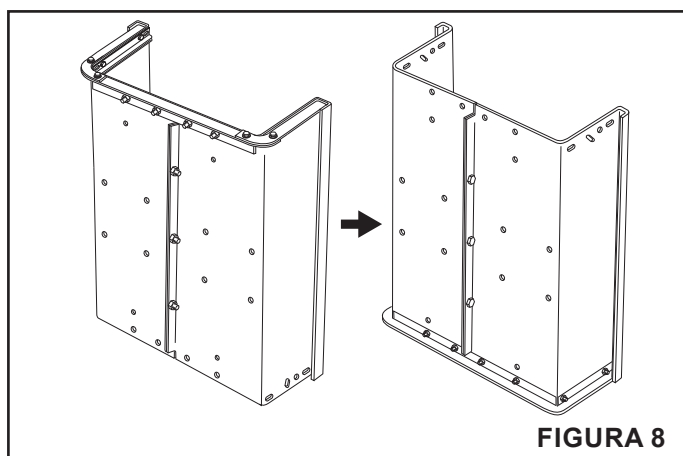

FIGURA 8
PASO 8: (VEA LA FIGURA 8)
- Posicione la plataforma con el extremo posterior orientado hacia abajo (hacia el suelo), como se muestra en la Figura 8.